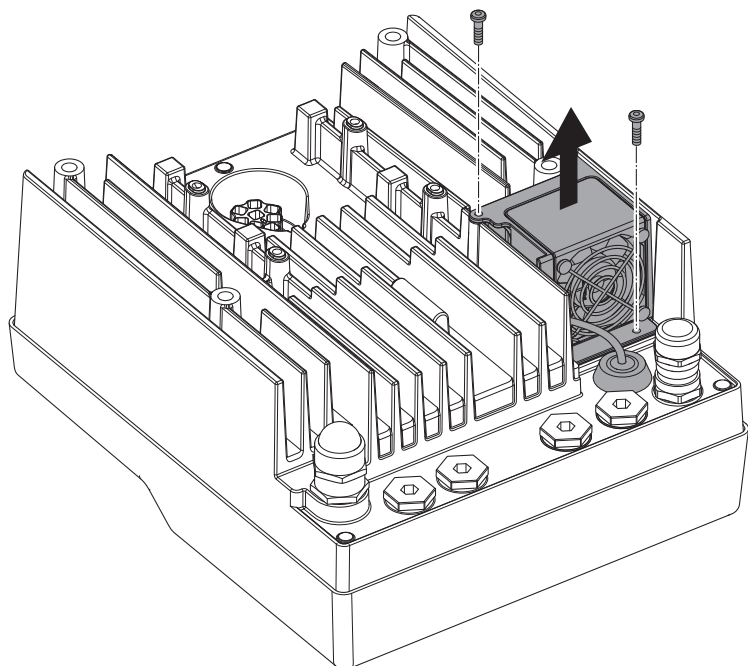

Fig. 47: Demontaža ventilatora modula
- Otpustite zavrtnje ventilatora modula (Fig. 47).